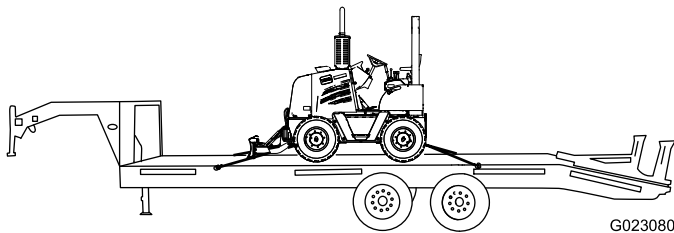

Figura 30
9. Sujete la parte delantera de la máquina al remolque usando cadenas y un tensor (Figura 30).
10. Sujete la parte trasera de la máquina al remolque usando cadenas y un tensor (Figura 30).